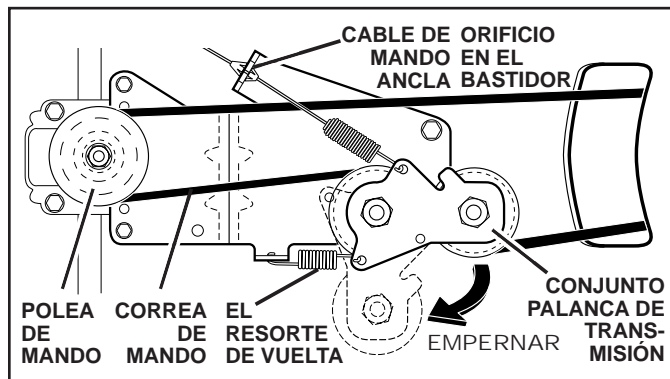

FIG. 17
3. Quitar el cable del mando de la ancla, luego separar el cable y el resorte de vuelta del conjunto palanca de transmisión (Vea la Figure 17).
- Instalar la nueva correa de mando en el conjunto de la palanca de transmisión, luego alrededor de la polea de mando. Asegurarse de que la correa se halle al interior de los dispositivos de fijación de la correa (Vea Fig. 17).